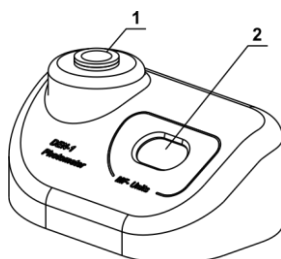

Figure 2. Pannello frontale
- 4.4.3. Inserire la provetta con la soluzione standard, corrispondente al valore del punto di calibrazione, nell'alloggiamento del densitometro (fig.2/1).
- Controllare che l'adattatore A-16 sia nella presa (Fig. 2/1). Il dispositivo è calibrato per il funzionamento con i tubi di vetro di 16 mm di diametro esterno. Fare riferimento a 4.4 quando si utilizzano diversi tubi.
- 5.3. Sul display possono comparire le seguenti indicazioni (fig.2/2):
- 5.4. Scuotere la provetta con la soluzione (per questa operazione si raccomanda l'utilizzo di un vortex, ad esempio il Vortex individuale V-1 plus) e inserirla nell'alloggiamento (fig.2/1). Il valore McFarland per la soluzione comparirà sul display (fig.2/2).